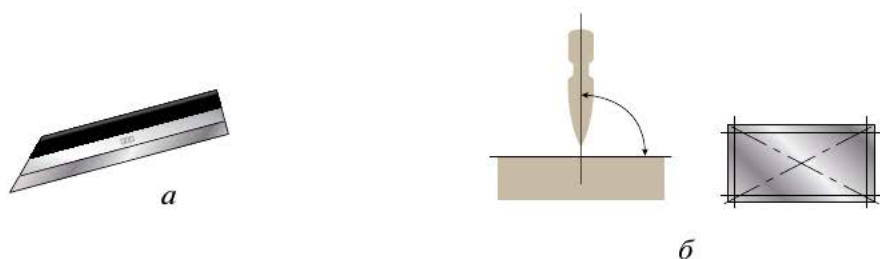

Рис. 5.38. Проверка лекальной линейкой: *а* — лекальная линейка; *б* — проверка опиленной поверхности на просвет
Для проверки качества используют различные контрольно-измерительные инструменты. Плоскостность поверхности проверяют *поверочной (лекальной) линейкой* на просвет (рис. 5.38); точность обработанных плоскостей, сопряжённых под прямым углом, — *угольником*; параллельные плоскости — *штангенциркулем*.
- повернитесь к источнику света, поднимите заготовку на уровень глаз (см. рис. 5.38, б);